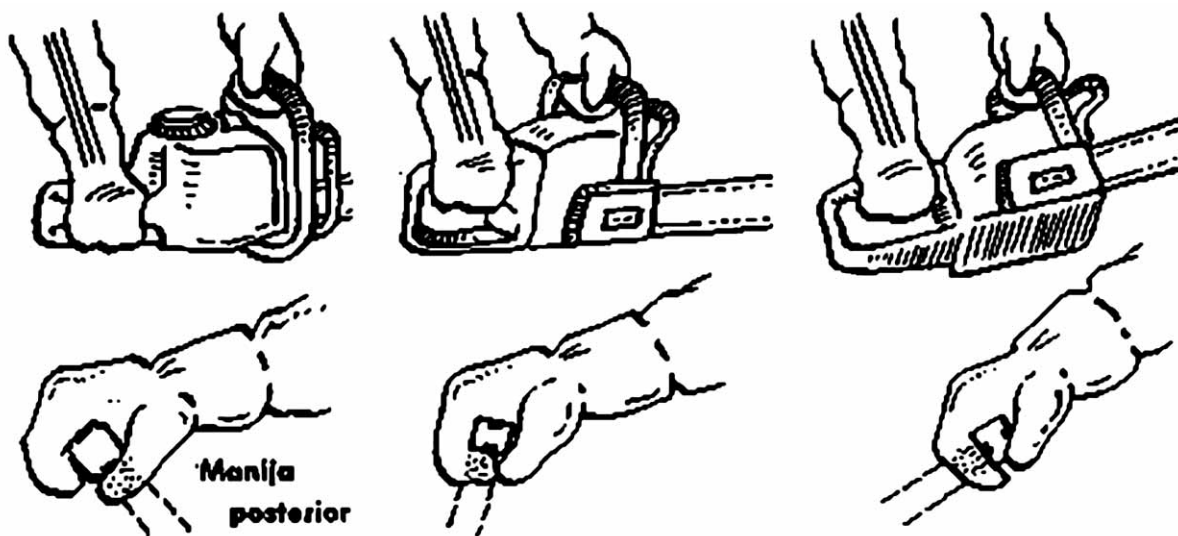

FIG. 090
- Que sea la máquina la que cambia de posición, mediante deslizamiento de los asideros entre las manos agarrando, porque estas deben mantenerse siempre en alineación -rectas- con el antebrazo. **FIG. 090**